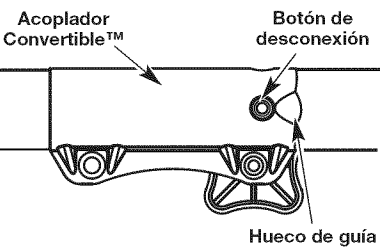

Fig. 3
NOTA: La alineación del botón de desconexión con el hueco de guía facilitará la instalación (Fig. 3).
2. Opima y sostenga el botón de desconexión (Fig. 3).